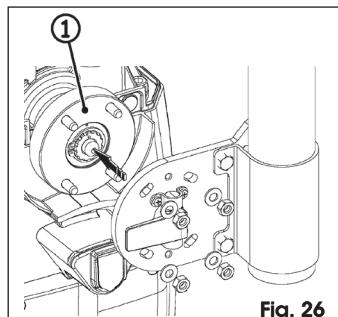

Fig. 26
- Positionner le tout sur le disque d'entraînement, Fig. 26 réf. ①, en respectant, dans le cas de la fermeture gauche, l'orientation illustrée dans la figure.